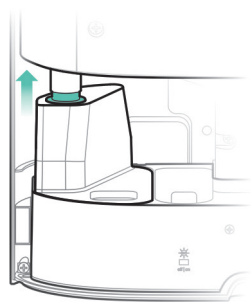

Рис. 27
4. Поднимите адаптер увлажнителя вверх (или отсоедините его от трубки также приподняв вверх) (см. рисунок 27) и оттяните его вправо (см. рисунок 28);